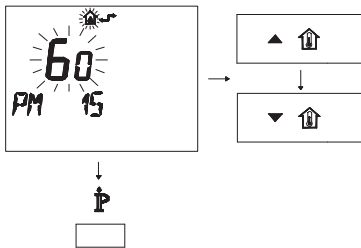

Рисунок 5.38
- Изменяйте заданное значение посредством кнопки **▲** или **▼** до появления **заданного значения 60** и подождите, пока заданная цифра не начнет мигать (Рисунок 5.38).